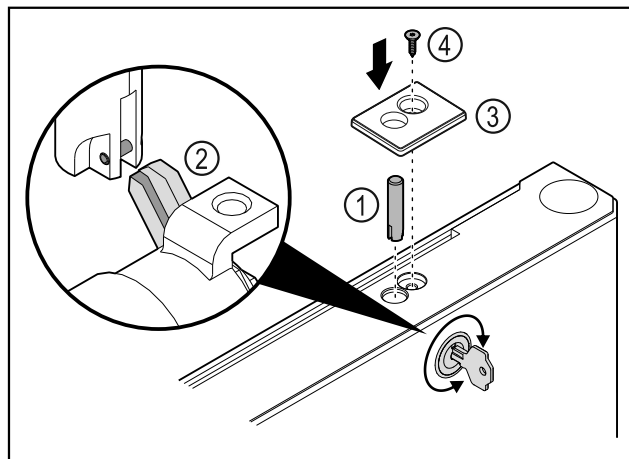

Fig. 47
- Sätt in låsbulten Fig. 47 (1).
- Vrid låset lite så att låsbulten Fig. 47 (2) hamnar i låsslitsen.
- Sätt in skyddet Fig. 47 (3).
- Sätt i skruven Fig. 47 (4).